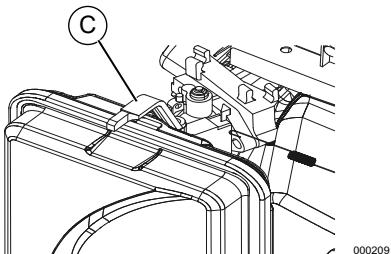

Figure 3-3. Position du bouton de l'étrangleur
- Faites glisser le bouton de l'étrangleur (C) en position Étranglement Max (gauche). Voir **Figure 3-3**.